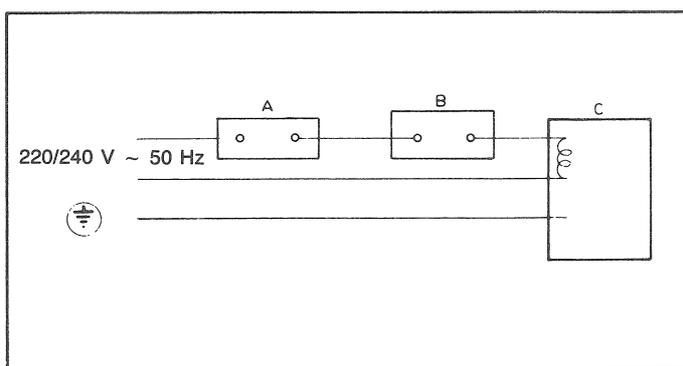

Fig. 1 V4400/V4410
4. Suivre les instructions fournies par le fabricant de l'appareil. En l'absence de ces instructions, se référer aux figures 1 et 2.
### CÂBLAGE DES MODÈLES 220/240 V ~ 50 Hz (voir fig. 1)